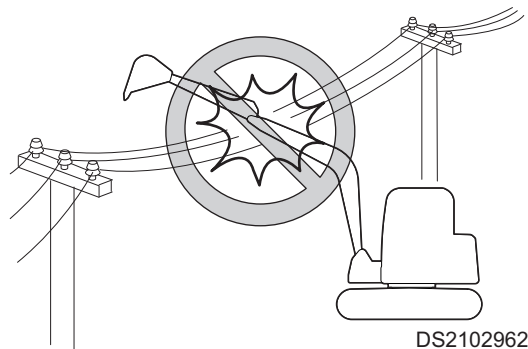

Figura 44
7. Asegúrese de que mantiene una distancia de seguridad con respecto a los postes del tendido eléctrico. Compruebe si existen líneas de abastecimiento en el subsuelo antes de excavar. Llame antes de excavar. Consulte Figura 44.